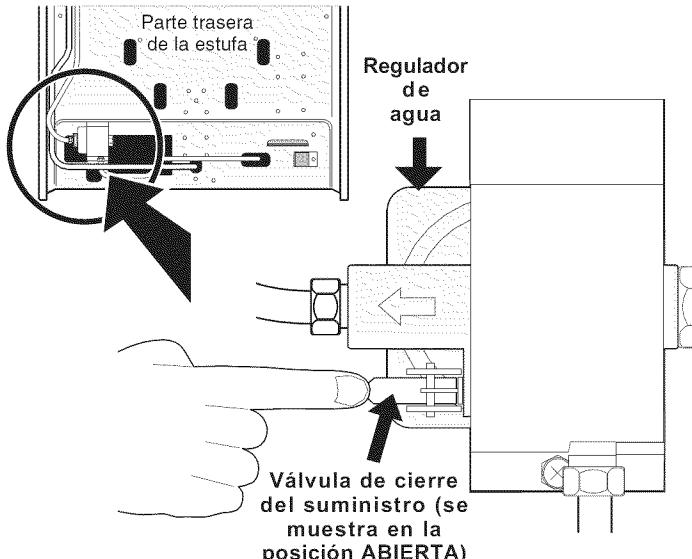

Fig. 11
f. Asegúrese de que la **válvula de cierre del suministro en el regulador de presión esté en la posición ABIERTA** (vea la Fig. 11).